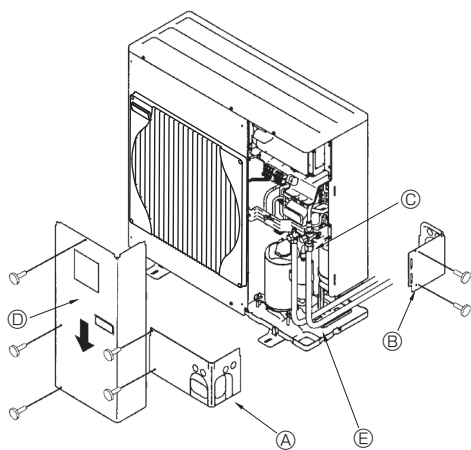

Fig. 4-3
4.3. Tubagem do refrigerante (Fig. 4-3)